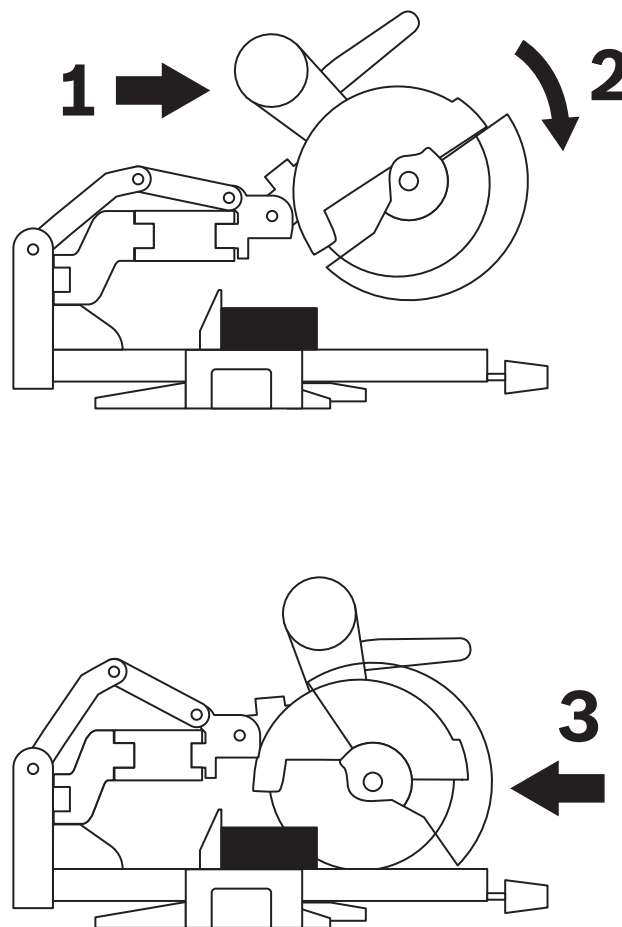

Figura 43. Corte deslizante
1. Agarre el mango con interruptor y jale el ensamblaje del cabezal de la sierra (en la posición hacia ARRIBA) alejándolo del tope-guía. Vea la Flecha 1 en la figura 43.
2. Active el interruptor y baje completamente el ensamblaje del cabezal de la sierra. En piezas de trabajo más grandes, es posible que esta acción también inicie el corte. Vea la Flecha 2 en la figura 43.
3. Empuje hacia abajo y hacia atrás para que el ensamblaje del cabezal de la sierra se mueva hacia el tope-guía y hasta la posición completamente hacia atrás hasta que complete el corte. Vea la Flecha 3 en la figura 43. NOTA: Si se siente una resistencia elevada, no ejerza una fuerza excesiva. Deje de cortar, espere hasta que la hoja se detenga e investigue el problema.